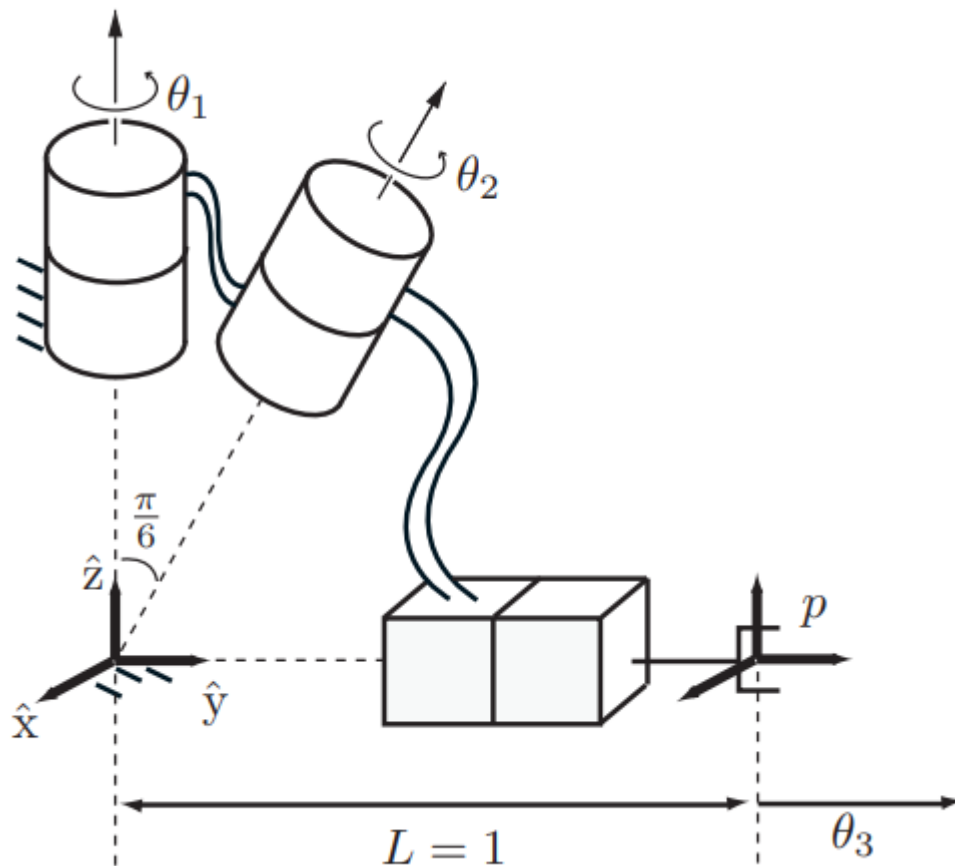

Рисунок 8. Робот 2RP.
1.2 Открытая цепочка робота RRP находится в исходном состоянии (рис. 8). Оси 1 и 2 соединений пересекаются в начале координат, конечный эффектор (p) находится в точке (0, 1, 0).